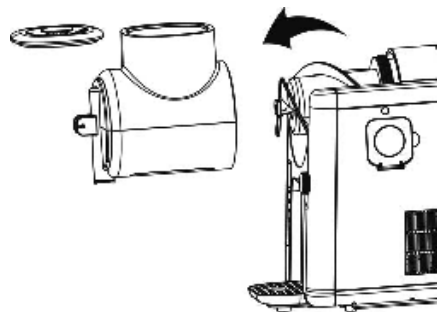

bild 7
6. Det medföljande verktyget kan användas för att ta bort kolven i utloppet och ta ut den för rengöring (bild 7).